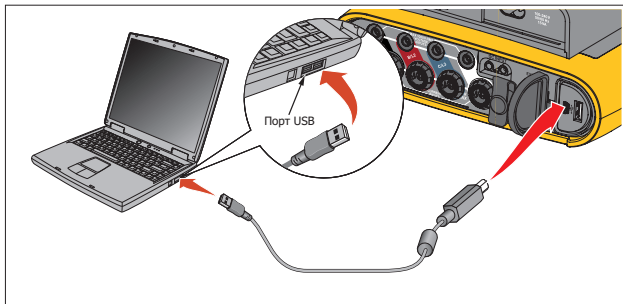

Рисунок 16. Подключение Power Logger к ПК
3. Подключите USB-кабель к USB-портам на компьютере и Регистраторе. См. Рисунок 16.